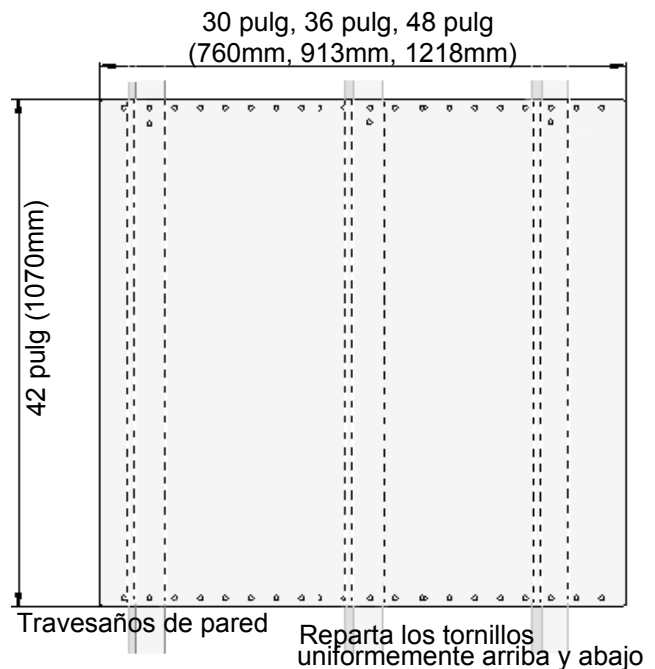

Figura 19: Instalación de la consola trasera
3. Utilice dos de los tornillos proporcionados para fijar las partes inferior y superior de la consola trasera de protección a cada travesaño de pared (vea la *Figura 19*).